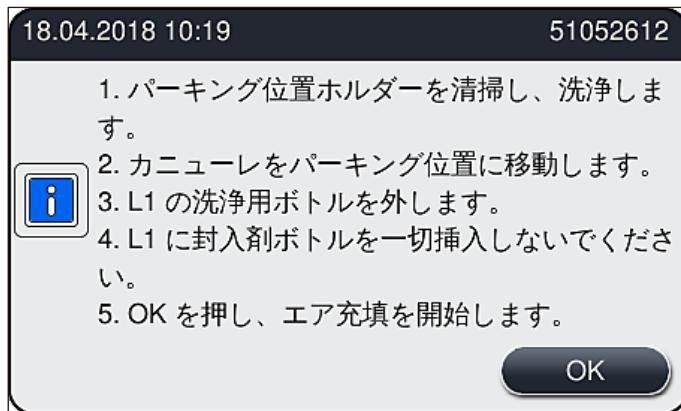

図 105
4. 続いて表示される情報メッセージと指示（→図105）に目を通し、Okボタンで確認します。